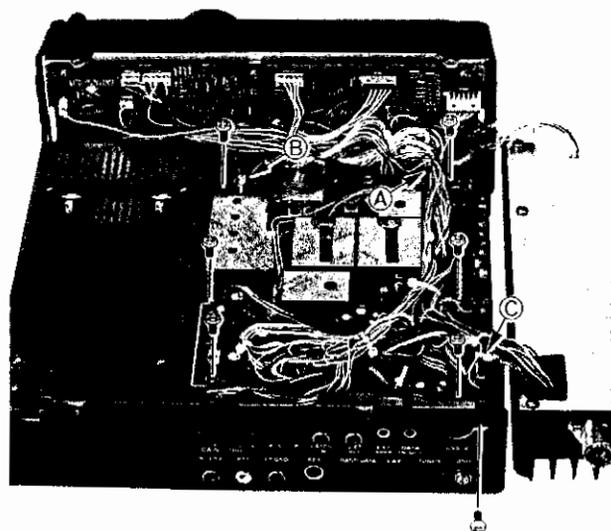
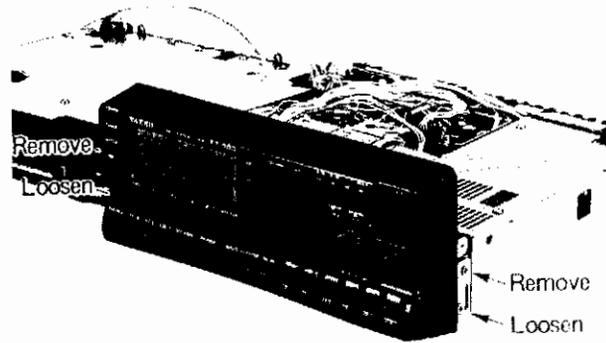
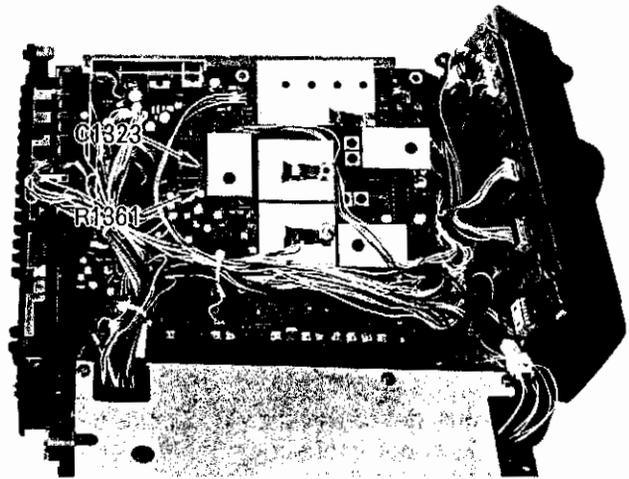

Figure 6: Connecteurs et Visde l'oscillateur local
Figure 7: Vis du panneau avant à retirer
Figure 8: Composants oscillateur local à retirer
- Otez les 7 vis montrées sur la figure 7 (l'une d'elles se trouve près de la prise DVS-2, en face arrière) ainsi que la plus haute des deux vis de chaque côté du panneau avant (figure 7). Desserrez alors la plus basse des deux (de chaque côté) permettant ainsi de déplier le panneau avant afin de laisser l'accès à l'oscillateur local. Soulevez ce dernier comme illustré sur la figure 8.
- Remplacez l'oscillateur local sur le châssis, en vérifiant qu'aucun fil ne soit pincé. Rebranchez les câbles enlevés précédemment. Remplacez les 7 vis de la platine et celle du panneau arrière (figure 6) et les deux de chaque côté du panneau avant (figure 7). Remplacez l'adhésif sur le dessus de l'enceinte du VCO.